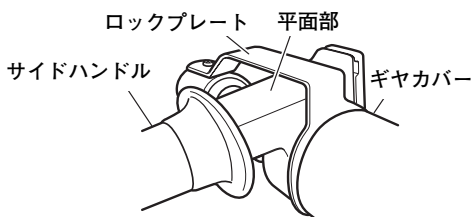

図 6
(1) サイドハンドルを本機からはずし、ギヤカバーのサイドハンドル取付部にロックプレートを挿入してください。
(2) 図6のようにロックプレートをサイドハンドル平面部に合わせ、サイドハンドルを取付け(11ページの「ご使用前に」の3項参照)してください。
(3) ドリルチャックに集じんアダプタ組(別売部品)を取付けてください。
(4) 集じんアダプタ組に乾式ダイヤモンドコアビットをねじ込んでください。
(5) 集じん機(別売品)のホースにアダプタを接続後、集じんアダプタ組に取付けてください。